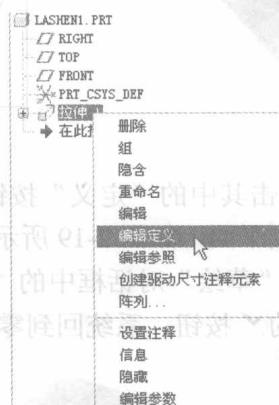

图2-12 模型树
**01** 打开上个实例创建的拉伸曲面——lashen1，在模型树拉伸1上单击鼠标右键，在弹出的快捷菜单中单击“编辑定义”，激活拉伸特征，如图2-12所示。